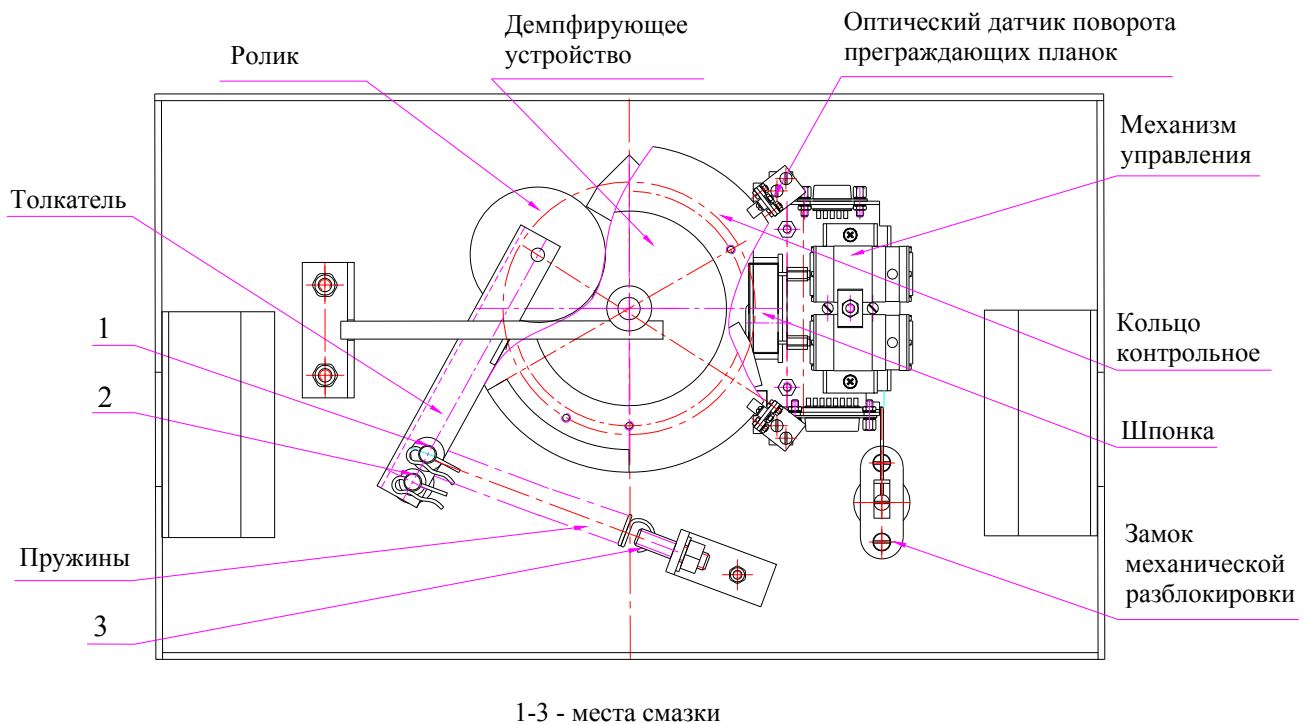

Рисунок 9 – Расположение внутренних деталей и узлов стойки КТ05.3
- снимите крышку (3) в порядке, указанном в разделе 6;
- осмотрите устройство доворота (толкатель, пружины и ролик), оптические датчики поворота преграждающих планок и демпфирующее устройство (см. рисунок 9);